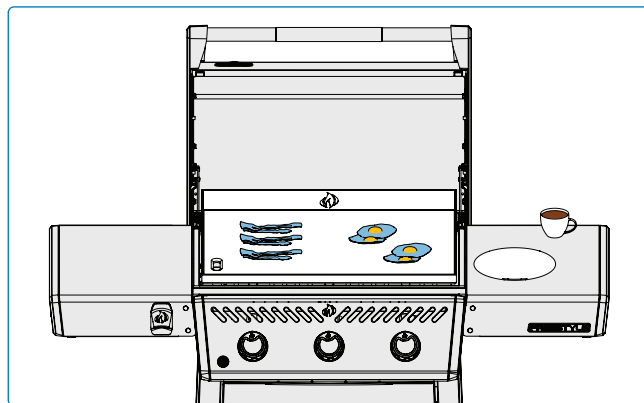

Fig. 8
- Impostare i vari bruciatori su livelli di calore diversi per creare zone di temperatura specifiche. Monitorare la temperatura della superficie della piastra con un termometro a infrarossi per assicurarsi che ogni zona sia al livello di calore desiderato. Utilizzare il calore diretto (posizionato direttamente sopra i bruciatori accesi) per i cibi che beneficiano di una cottura rapida, mentre il calore indiretto (posizionato lateralmente) può essere utilizzato per una cottura più lenta o per mantenere i cibi caldi. **(Fig. 8)**